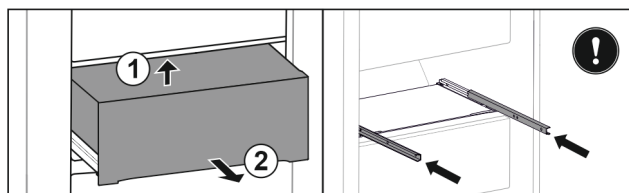

Fig. 35*
- ▶ Поднимите выдвижной ящик сзади снизу Fig. 35 (1)*
- ▶ Извлеките движением вперед Fig. 35 (2)*